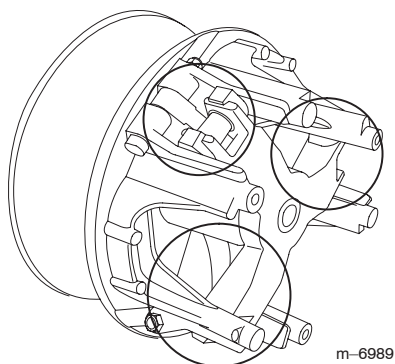

Figura 56
5. Lubrificate le parti in movimento nelle zone contrassegnate da un cerchio nella Figura 56, utilizzando l'aerosol lubrificante a secco Toro (Dry Lubricant Spray) reperibile dal rivenditore o distributore autorizzato Toro di zona.